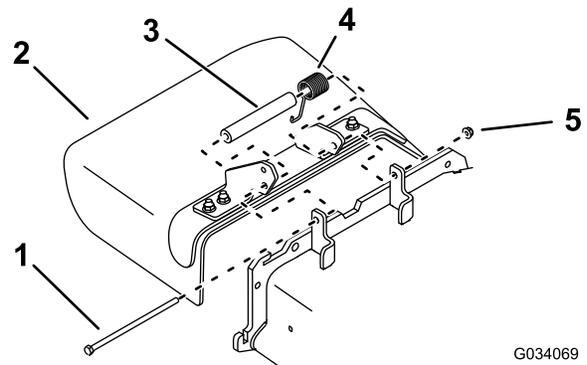

Figura 1
2. Retire la contratuerca, el perno, el muelle y el espaciador que sujetan el deflector de hierba a los soportes de pivote (Figura 1). Retire el deflector de hierba.